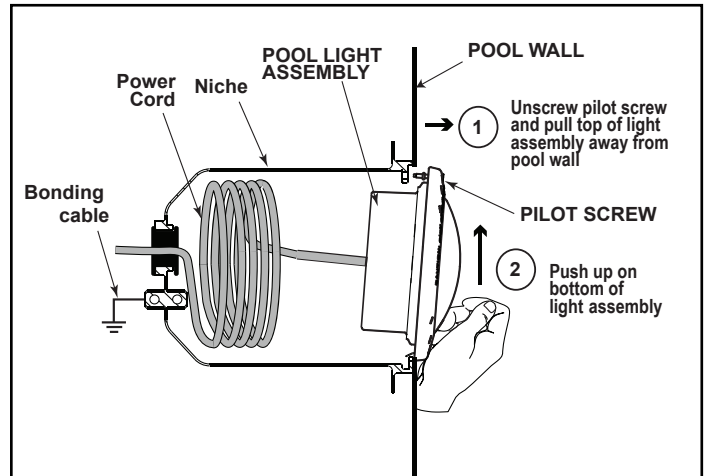

Figura 6. Extracción del conjunto de luz LED RGBW Jandy WaterColors para reemplazar el controlador de luz
3. Para retirar el conjunto de la luz, desatornille el tornillo piloto especial en la parte superior del aro frontal, retire el conjunto de la luz del nicho y colóquelo cuidadosamente en el perímetro exterior de la piscina. No es necesario vaciar la piscina. Véase la Figura 6.